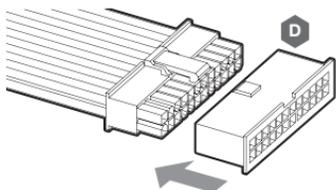

Figura 1
1. Scollegare i cavi di alimentazione della PSU da tutti i componenti del computer tranne il connettore di alimentazione Molex a 4 pin dell'XD3 RGB. Assicurarsi che la PSU sia spenta (OFF), o sulla spina-presa o tramite l'interruttore a levetta sul retro della PSU. Collegare l'avviatore ATX 24-Pin PSU ponticello in dotazione al cavo PSU 24-pin ATX. Ciò permetterà di accendere l'XD3 RGB senza accendere il PC (Figura 1).